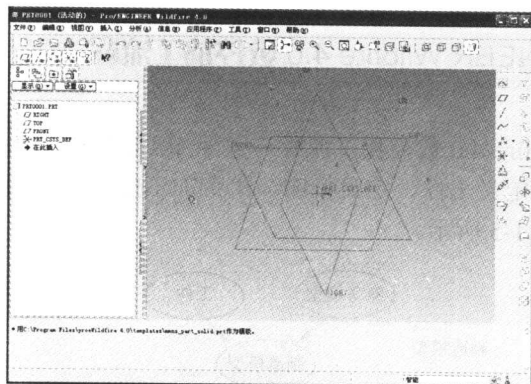

图 1-2 零件造型工作界面
2) 在主菜单中选择“文件”→“新建”命令，在弹出的“新建”对话框中选择“零件”类型，输入文件名后单击 **确定** 按钮，则 Pro/ENGINEER Wildfire 4.0 将显示如图 1-2 所示实体零件造型界面。此界面窗口左侧滑动面板已转换成“模型树”或“层树”滑动面板，窗口的上侧及右侧分布着各种工具栏，窗口右下角显示为“选取过滤器”，且处于默认的“智能”设置状态。